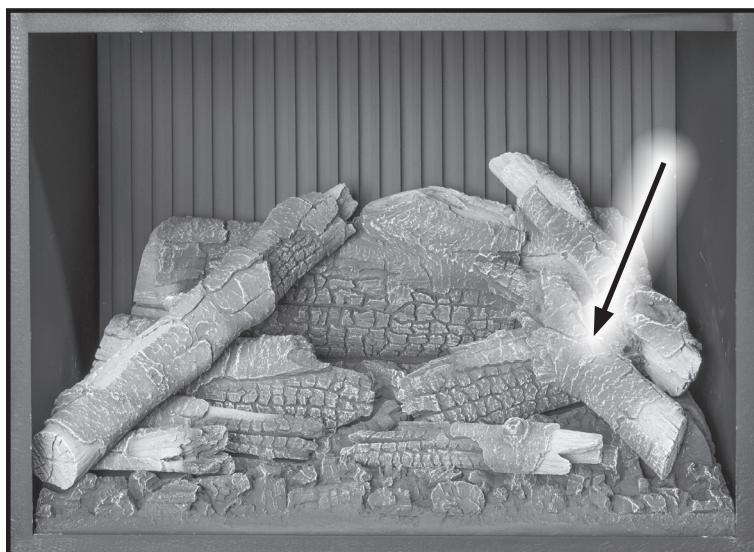

Figure 52. Journal supérieur final.
7. Installez la dernière bûche sur le dessus, sur le côté droit, comme illustré à la figure 52. Notez l'encoche de positionnement sur le côté inférieur qui correspond au demi-rond au-dessus de la grande bûche inférieure assise sur le lit de braises.